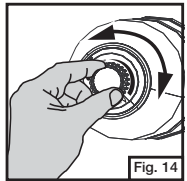

Fig. 14
- Regule la llama con la válvula del regulador. (Fig. 14)
- Adjust flame with regulator valve. (Fig. 14)